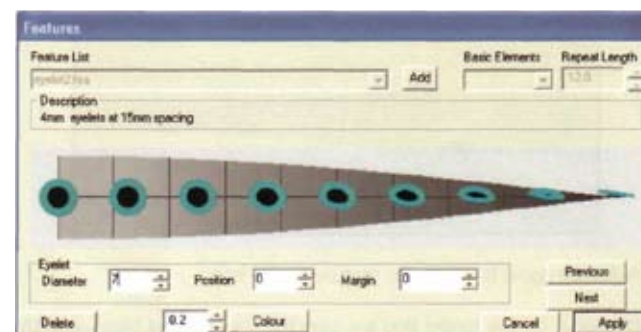

Рис. 72
- Нажмите кнопку **Edit** для редактирования петель (рис. 72).